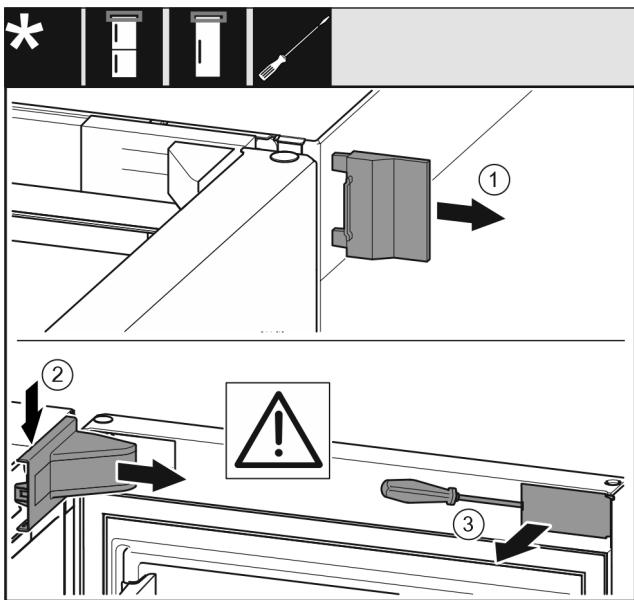

Fig. 9
- Αφαιρέστε το εξωτερικό κάλυμμα. Fig. 9 (1)
► Ξεκουμπώστε και λύστε το κάλυμμα του στηρίγματος. Αφαιρέστε το κάλυμμα του στηρίγματος. Fig. 9 (2)
► Ξεκουμπώστε το διακοσμητικό κάλυμμα με ίσιο κατσαβίδι και παραμερίστε το προς το πλάι. Fig. 9 (3)